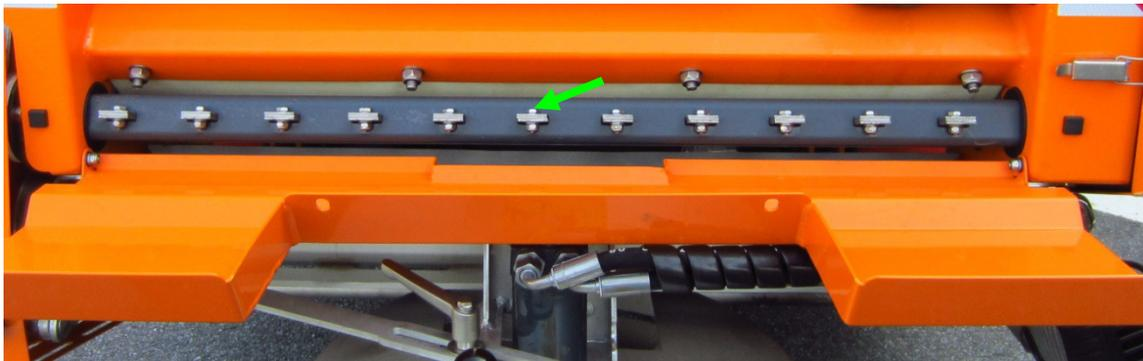

Abb. 14 Federpakete
3. die einzelnen Federpakete (Abb. 14) mit Hilfe eines Hammers und einem Hartholzklötz aus der Welle herausschlagen